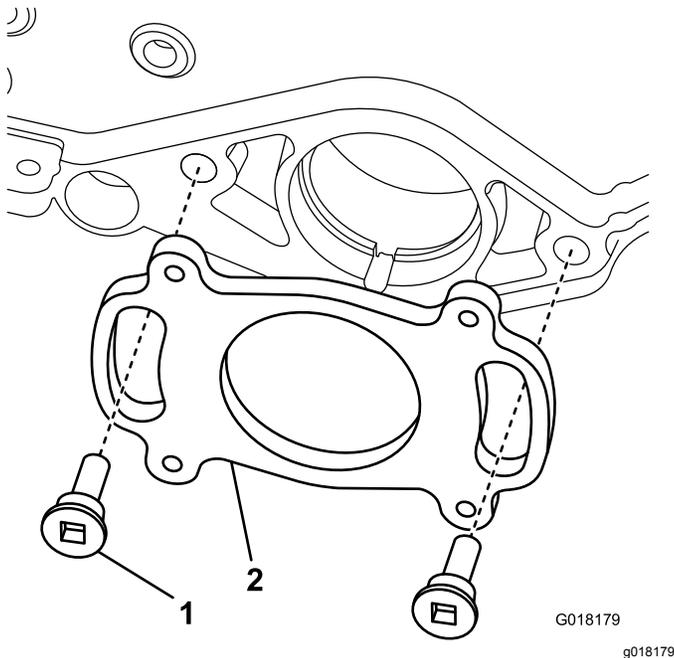

Figura 8
1. Prenda a placa de montagem traseira utilizando 2 parafusos com olhal como se mostra na Figura 8.